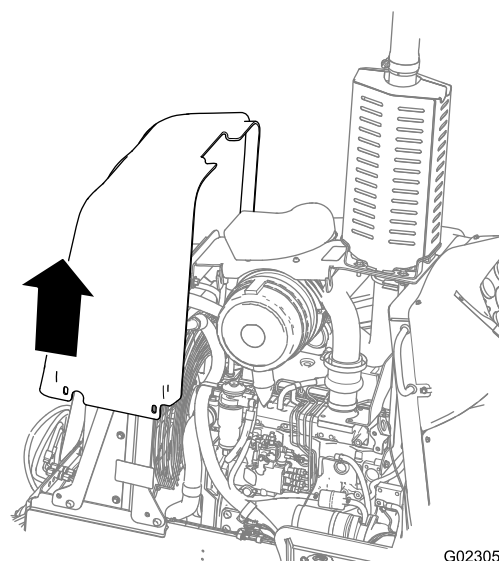

Рисунок 40
2. Опустите переднюю панель вниз, на машину (Рисунок 40).